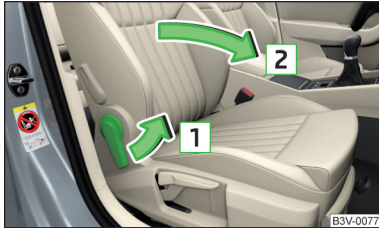

Abb. 68
- Zum **Vorklappen** den Hebel in Pfeilrichtung **1** ziehen und die Sitzlehne in Pfeilrichtung **2** vorklappen » **Abb. 68**. Die Verriegelung muss hörbar einrasten.